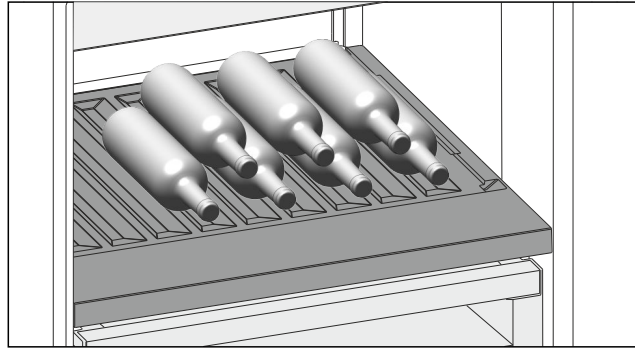

Fig. 206 Beispielhafte Darstellung
- ▶ Flaschen mit dem Boden nach hinten zur Rückwand einlegen. (siehe Fig. 206)